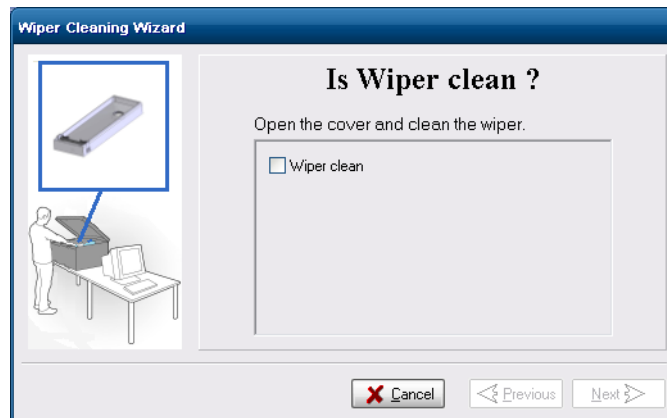

Figure 6-30 : Assistant de nettoyage du balai pendant les étapes 6–9
9. Dans l'écran de l'assistant (voir la figure 6-30), confirmez que le balai est propre et cliquez sur Next (Suivant).